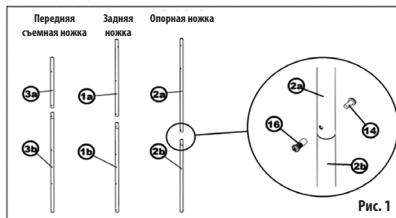

Рис. 1
Соедините попарно трубы ножек, детали с суженным концом – это всегда нижняя половина ножек; сужение направлено вверх (Рис. 1). Опорную ножку (2a+2b) соедините с помощью декоративного болта (14) и накидной гайки (16); соединения на остальных ножках будут скрыты под ступеньками лестницы (7).